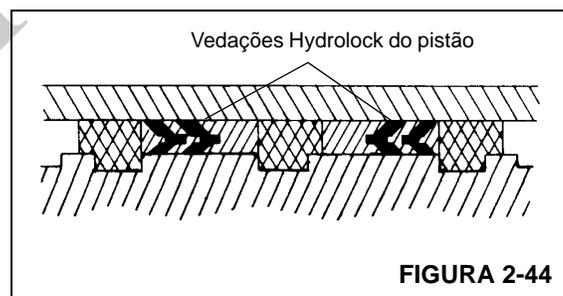

FIGURA 2-44
9. Instale as vedações Hydrolock de reposição Figura 2-44 na parte externa do pistão. Verifique se os dois "vês" nas vedações hydrolock apontam um para o outro.